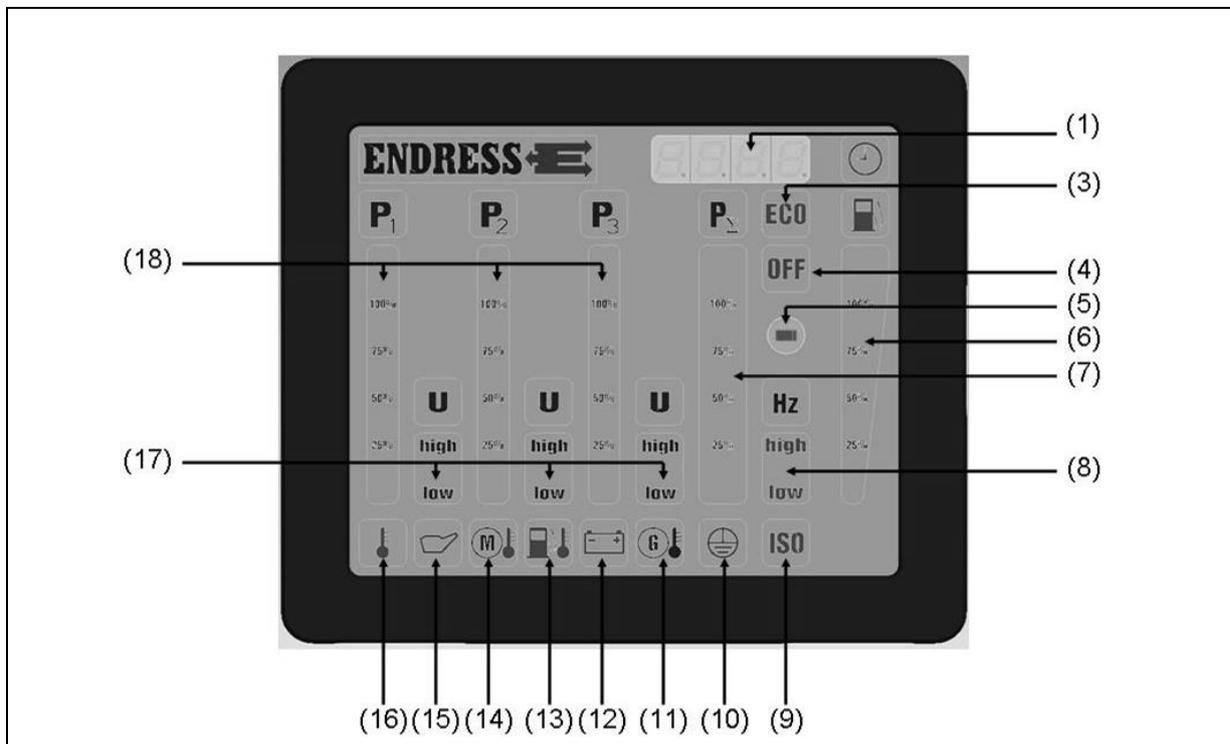

Abb. 4-5: Multifunktionsdisplay
- NOT-AUS-Taster:** Leuchtet das Symbol „OFF“ (siehe Abb. 4-5-(4)) rot und der Buzzer ertönt, wurde der NOT-AUS-Taster gedrückt. Der Buzzer kann mithilfe der Quittierungstaste quittiert werden.
- Frequenz:** Leuchtet die Anzeige (siehe Abb. 4-5-(8)) grün, befindet sich die Frequenz im korrekten Bereich (47,5-52,5 Hz).
Phasen L1-L2-L3: Für einzelnen Phasen L1 bis L3 (*siehe Abb. 4-5-(18)*) wird jeweils einzeln angezeigt:
Spannung (U) (*siehe Abb. 4-5-(17)*):
Belastung (P) (*siehe Abb. 4-5-(18)*):
- ✓ Das Symbol am Display (siehe Abb. 4-5-(8)) zeigt das Ergebnis an:
- ✓ Das Symbol am Display (siehe Abb. 4-5-(8)) und die Position des Leitungsschutzschalters zeigen das Ergebnis an: